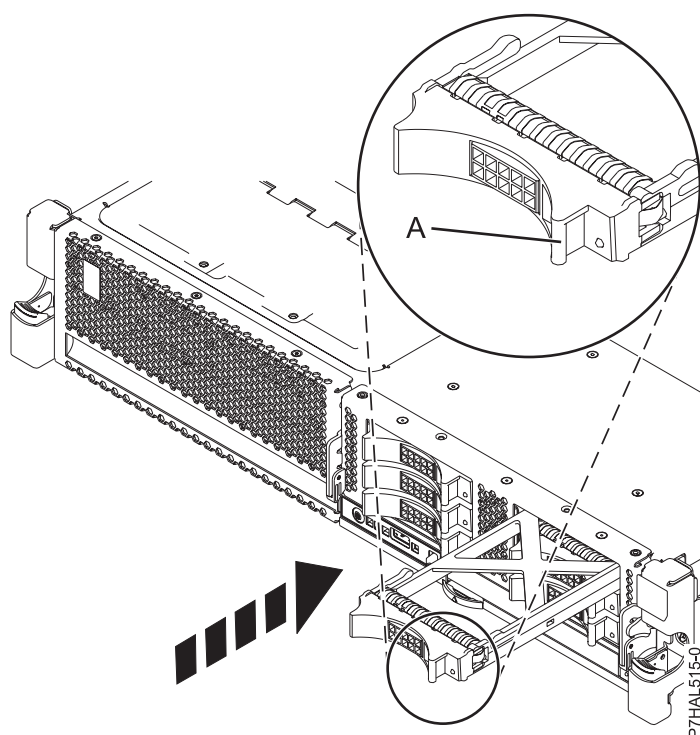

Figure 32. Installation d'un obturateur d'unité de disque
2. Faites glisser complètement l'obturateur d'unité de disque dans l'unité centrale ou l'unité d'extension, puis verrouillez-le dans son emplacement en poussant la poignée (A), comme indiqué dans la figure 32.